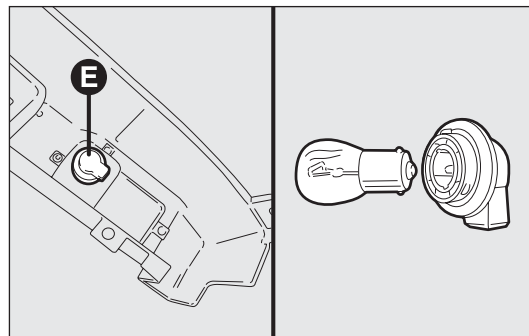

рис. 195
- поверните держатель Е против часовой стрелки (1/8 оборота), выньте лампочку с байонетным креплением, для этого слегка надавите и поверните ее против часовой стрелки; замените лампочку на новую – рис. 195.